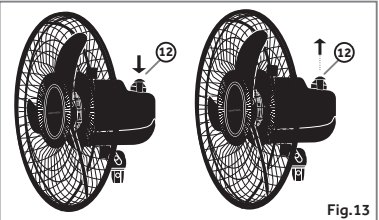

Fig.13
Para ativar a oscilação pressione o pino de oscilação (12). Para desativar a oscilação puxe o pino (12) para cima. Fig. 13.